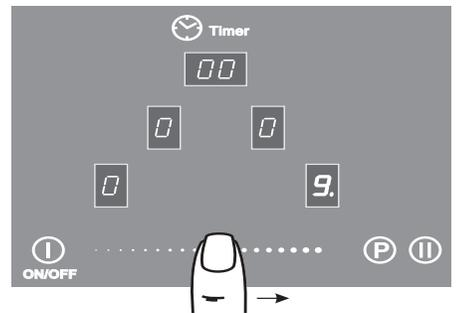

Рис.13
2. Для выбора необходимого режима нагрева коснитесь поверхности ^④ - «скользящая кнопка» в районе требуемого режима нагрева конфорки и, при необходимости, перемещая палец, измените режим нагрева (рис.13). Когда уровень мощности меняется, звучит сигнал, а в окне выбранной конфорки отображается мощность от «0» до «9».